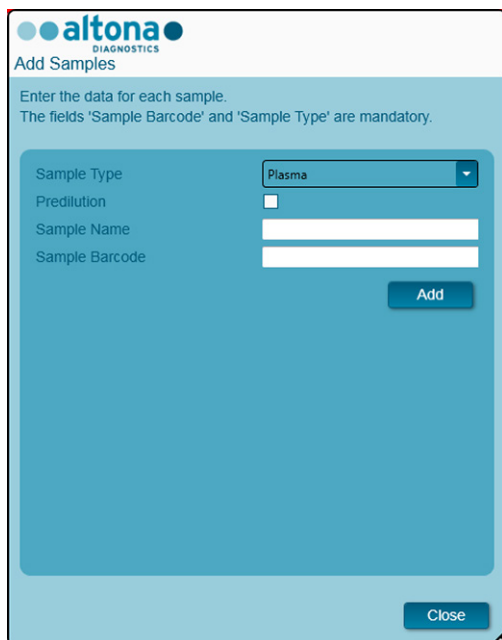

Figura 6: Cuadro de diálogo Add Samples (añadir muestras)
- Haga clic en el botón **Add Samples** (añadir muestras) para añadir muestras manualmente a la tabla de muestras. Aparecerá el cuadro de diálogo Add Samples (añadir muestras) (consulte la figura 6).